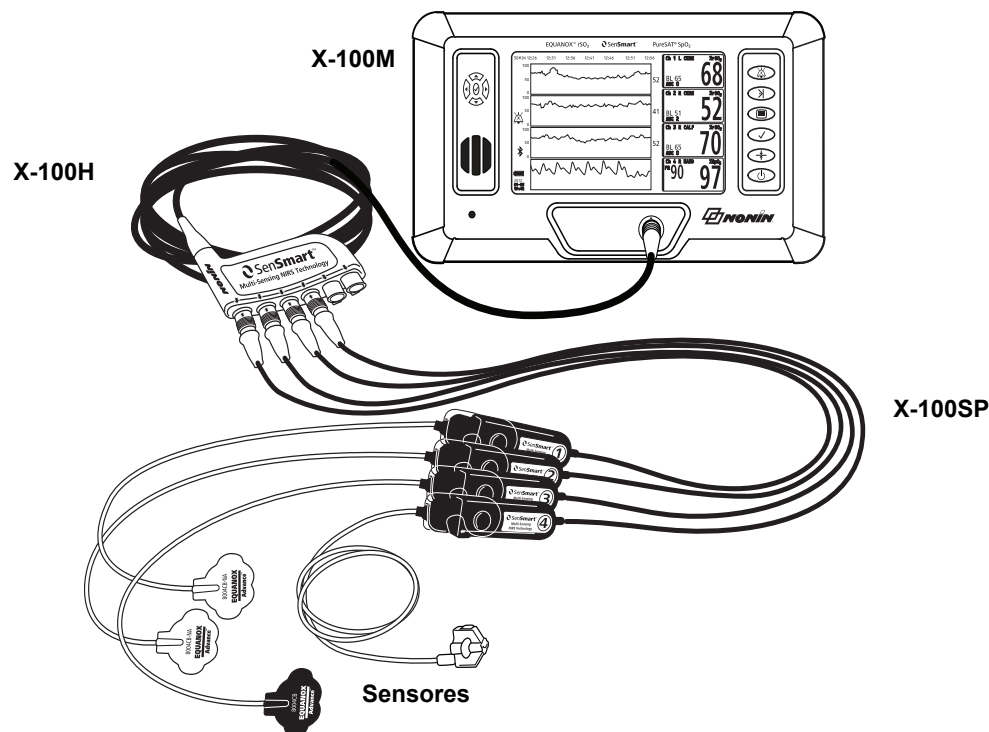

Figura 3: Configuração do sistema (Sensores ≤ 40 kg, 4 canais ligados)
- O exemplo na figura 3 mostra uma configuração de sistema utilizando sensores regionais para doentes com peso ≤ 40 kg. Estes sensores (8004CB, 8004CB-NA) ligam-se directamente ao processador de sinais X-100SP. O sensor de oximetria de pulso 8100S(X) liga-se directamente ao processador de sinais.